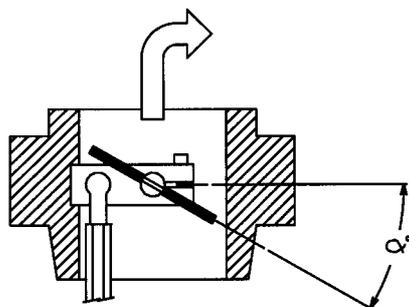

Рис. 30
- 3 Регулируйте расход газа в режиме малого пламени (то же положение, что и в режиме зажигания), изменяя угол открытия дроссельного клапана (Рис. 30) при помощи регулировочных винтов V (см. Рис. 31), вращение по часовой стрелке увеличивает расход газа, против часовой стрелки - уменьшает.